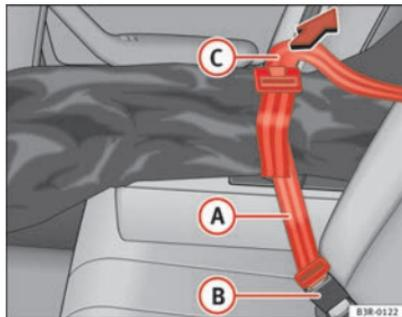

Fig. 118 Modo de prender o saco para objectos longos no fecho do cinto de segurança central do banco traseiro
- Introduza o cinto (A) ⇒ fig. 118 do saco no fecho do cinto central (B).
- Estique o cinto, puxando pela extremidade livre (C).